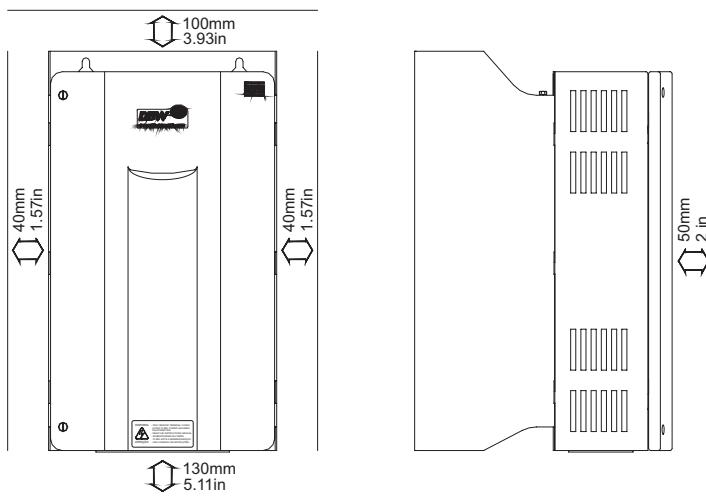

Figura 1: Espaços Livres para Ventilação
**Passo 2** Posicione o módulo deixando espaço livre ao seu redor, como na figura 1;